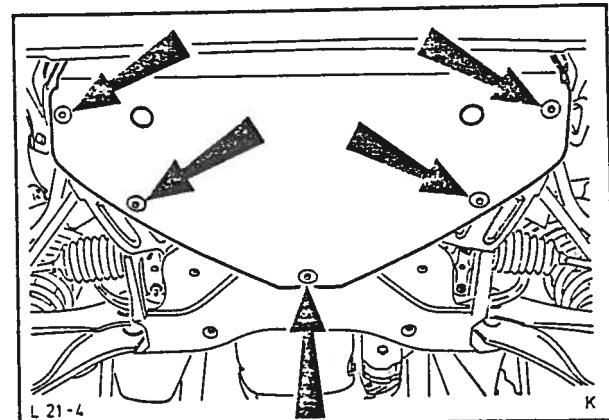

Fig. 102 Montering av motorens spoledeksel.
10. Monter motorens spoledeksel, fig. 102.